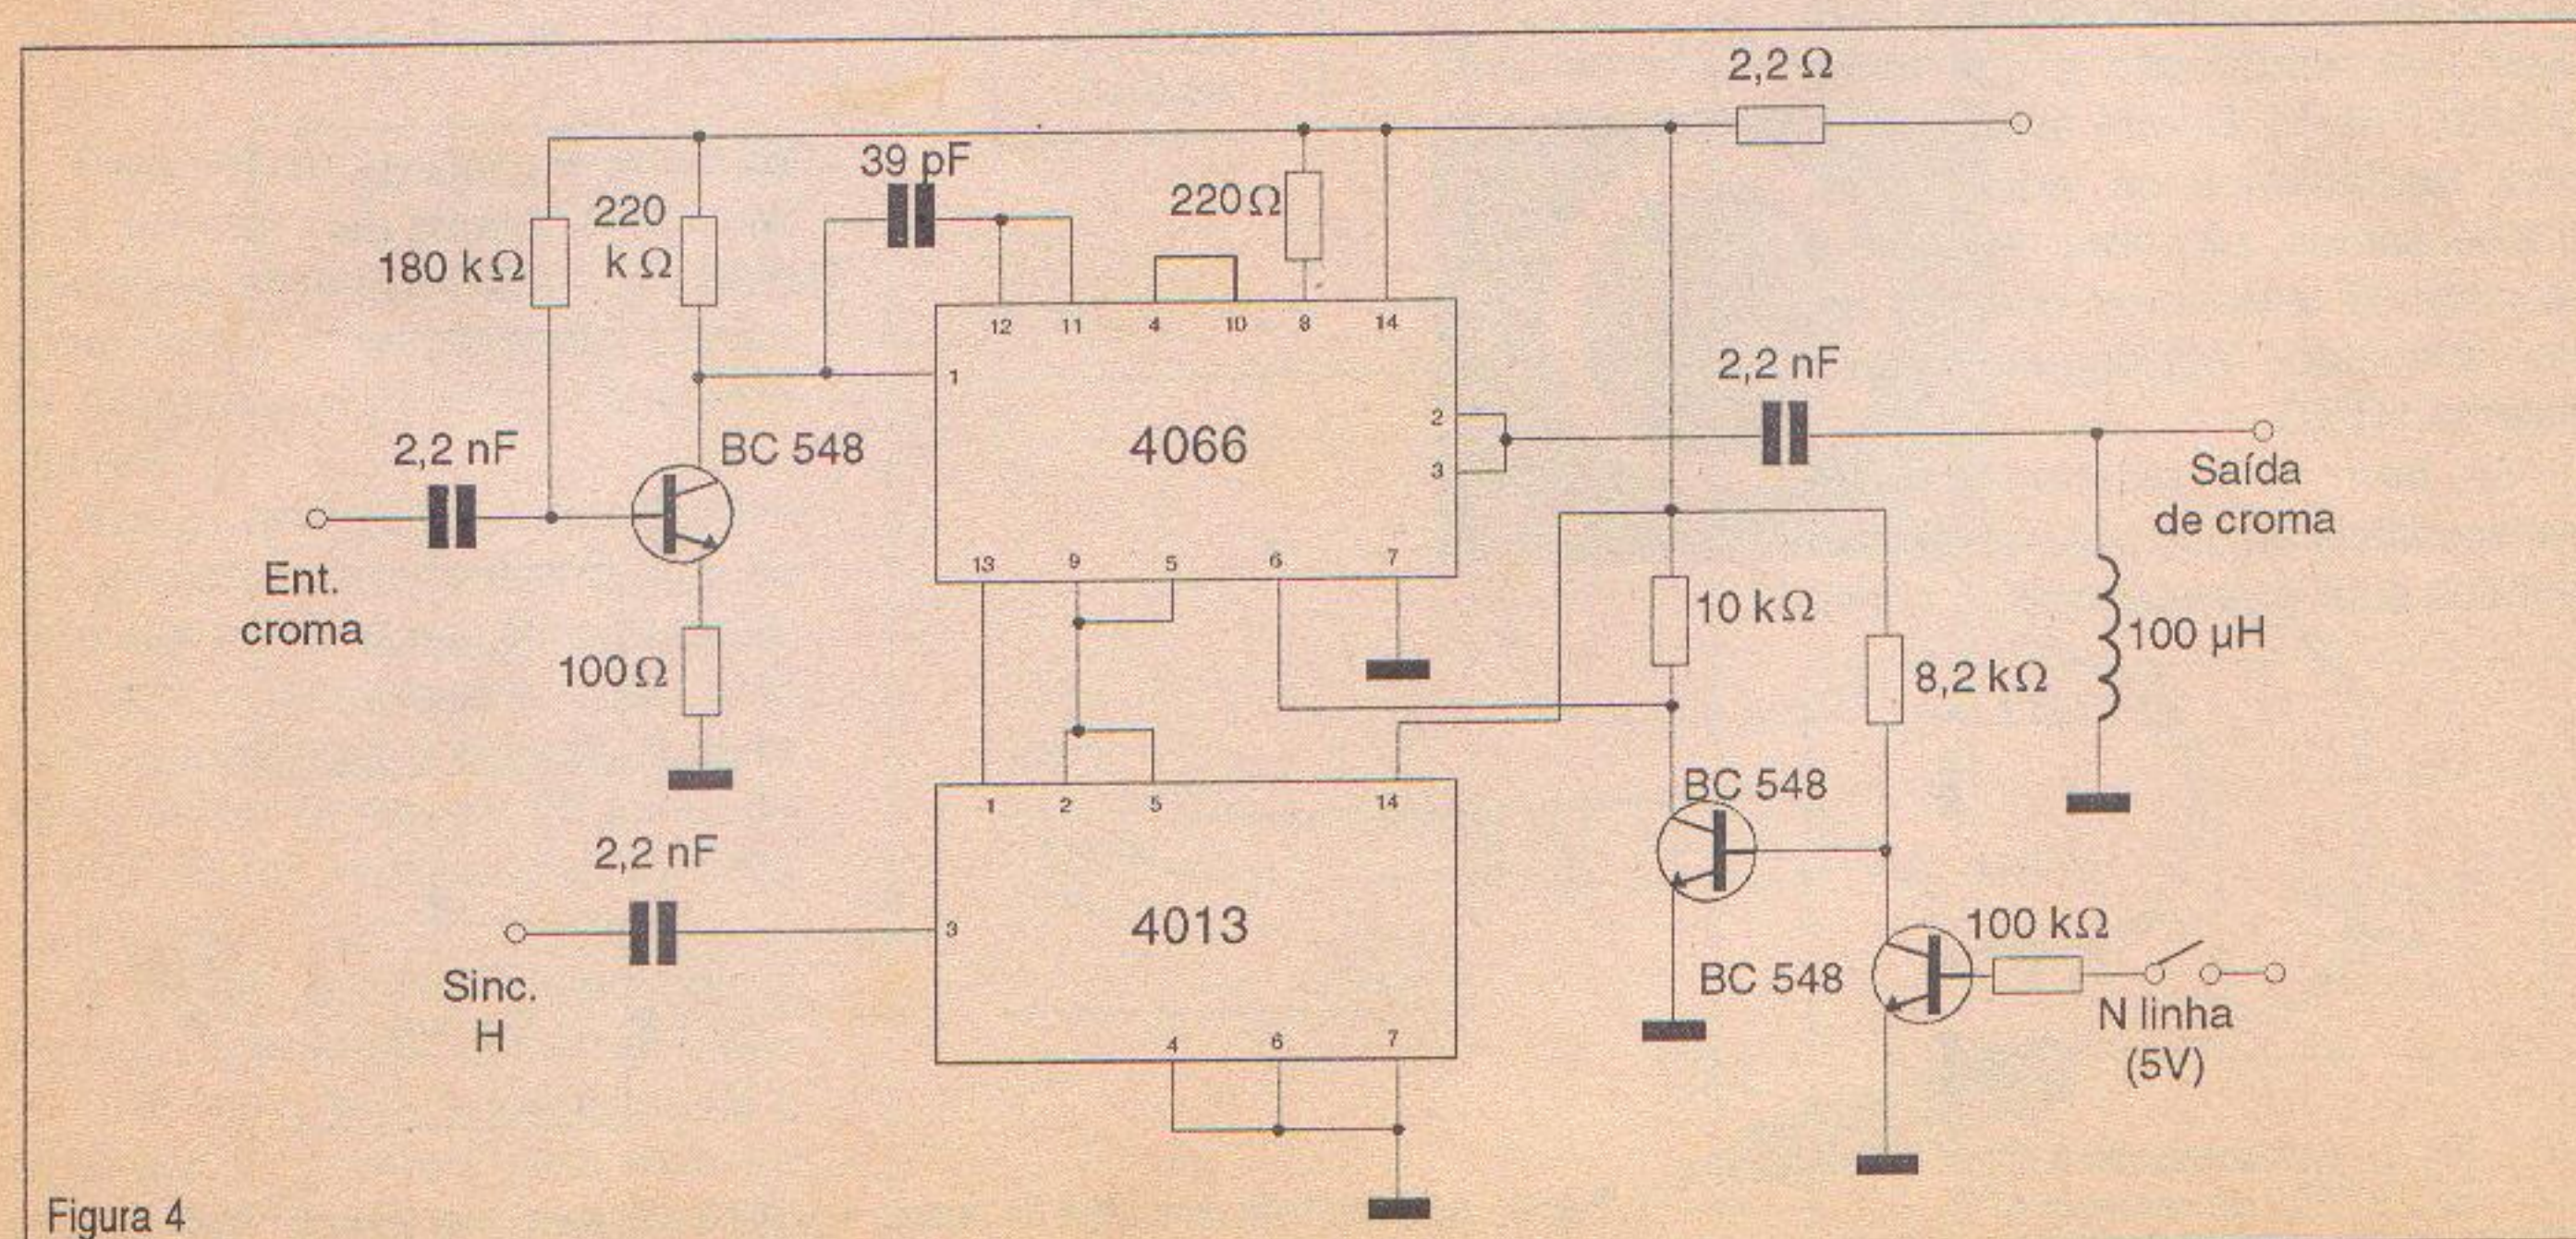

Figura 4
Para utilizar a ponta de prova de alta tensão ou ponta redutora, conecte-a no multímetro e proceda como se ela fosse uma das pontas de prova do multímetro, observe a figura 4.
d) Finalmente, faz-se a modificação do sinal NTSC, já com frequência PAL-M para um sinal PAL-M, conforme o circuito da figura 4.
No circuito da figura 4 o sinal de sincronismo horizontal (H) serve para acionar o *flip-flop* (funciona como *clock*) 4013, de modo que nas linhas pares a saída Q vá ao nível baixo e a saída complementar, ao nível alto e nas linhas ímpares tenhamos a inversão desses estados.